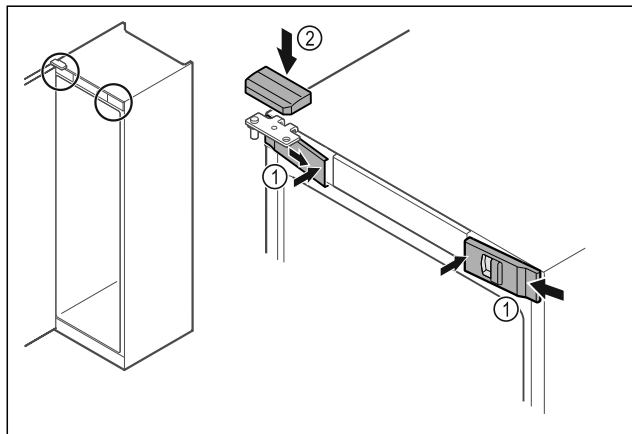

Fig. 49
- Agganciare le coperture anteriori Fig. 49 (1) di lato e innestarle all'interno.
- Innestare la copertura superiore Fig. 49 (2) dall'alto.